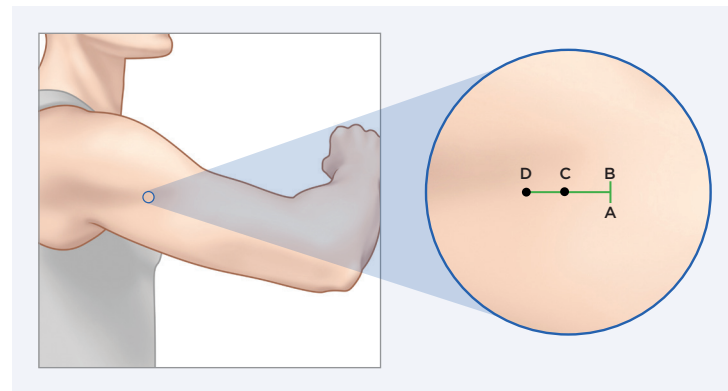

Bild 1
Början insättningen vid punkt B (bild 1) och gå mot punkt A, tills att insättningen är ungefär 5 mm.
2. Ta bort den trubbiga troakaren från brickan och för in den trubbiga troakaren i ca 45 graders vinkel mellan A och B (bild 1 och 2) så att spetsen och den avfasade delen på den trubbiga troakaren hamnar under huden, och tills insättningsskydden ligger an mot huden.